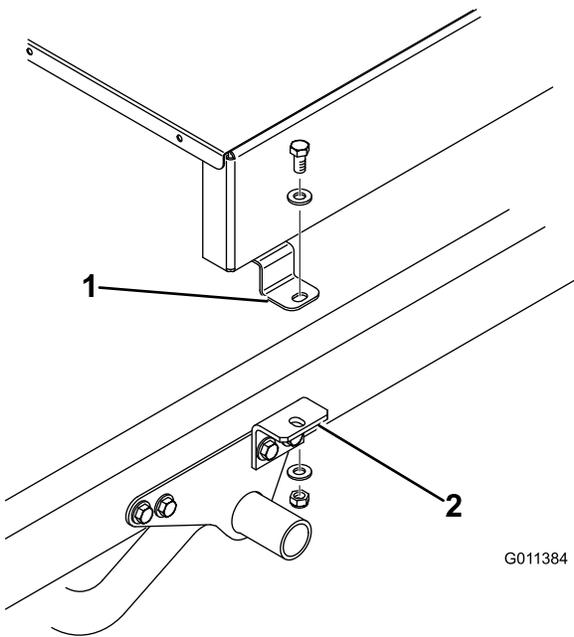
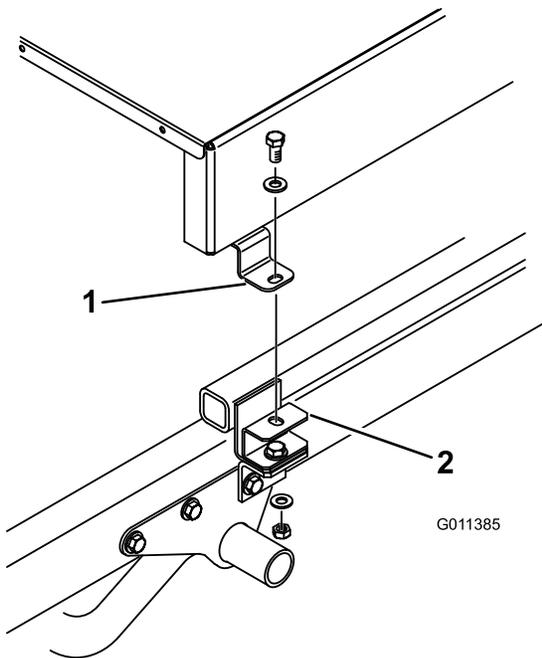

图 9
图 10
7. 用 1/2 x 1 英寸平头螺丝、2 个扁平垫圈和锁紧螺母将各个附件支架的顶部图9或垫片安装架图10松松地固定到铺沙机各侧的安装凸耳上。拧紧所有紧固件。